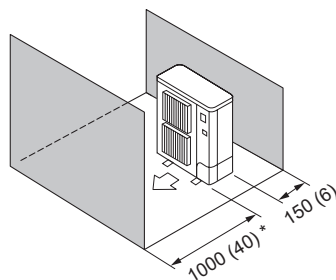

Fig. 2-10
(5) Obstáculos sólo en la parte delantera y trasera (Fig. 2-10)